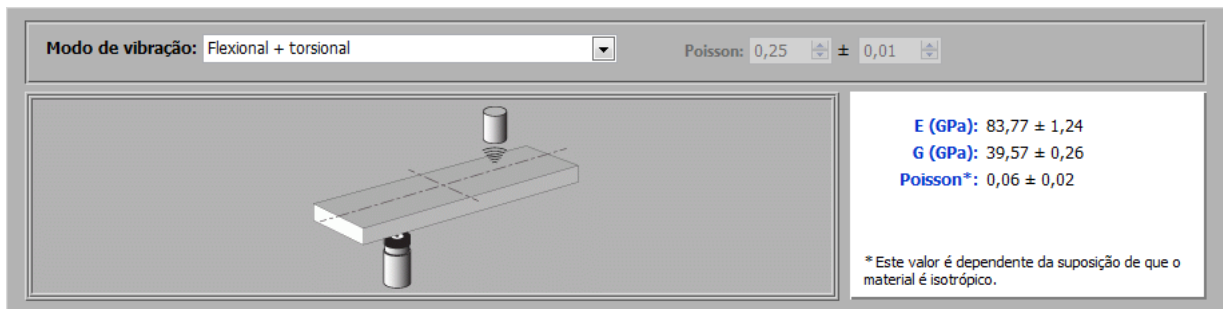

Figura 29. Módulo do Software Sonelastic® com a opção “Flexional + torcional” selecionada.
“Flexional + torcional” (Figura 29): possibilita o cálculo do módulo de Young (E), do módulo de cisalhamento (G) e do coeficiente de Poisson. As frequências flexional e torcional devem ser selecionadas corretamente na lista de frequências.